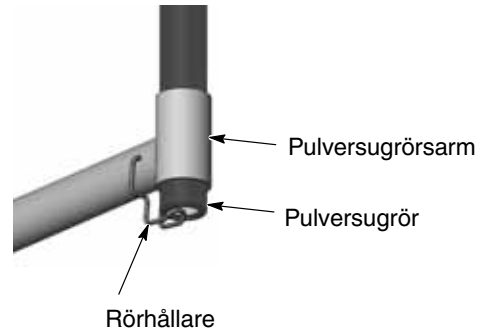

Bild 4-6 Funktion av rörhållaren för sugröret
1. Se bild 4-6. Lyft upp sugröret och sväng rörfästet ner och under sugrörets ände för att hålla det på plats på armen.